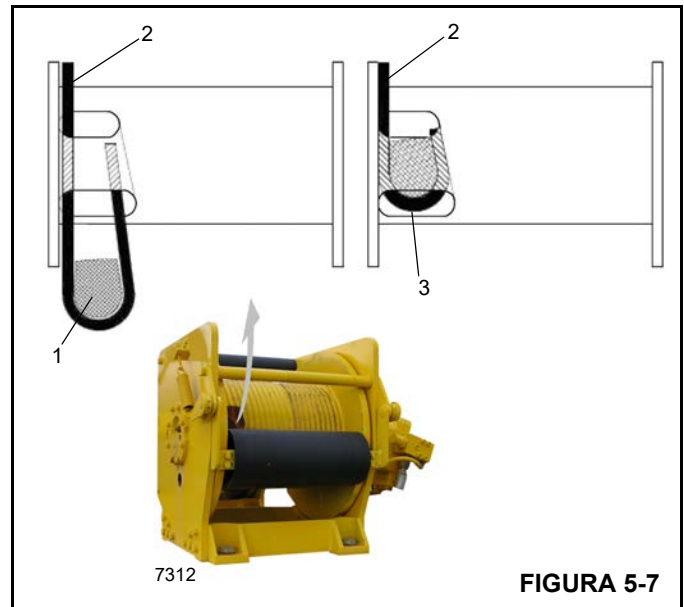

FIGURA 5-7
3. Inserte el cable a través de la ranura y colóquelo alrededor de la cuña de anclaje (1) (Figura 5-7).